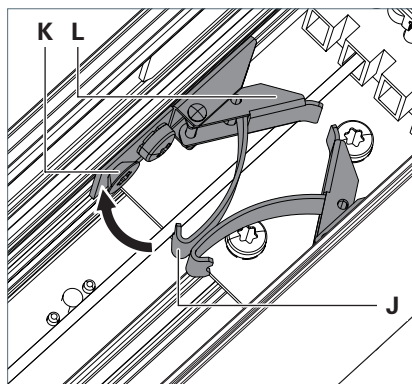

Fig. 24: Fissaggio degli apparecchi.
- ▶ Agganciare la staffa **J** alla vite **K**, vedi Fig. 24.